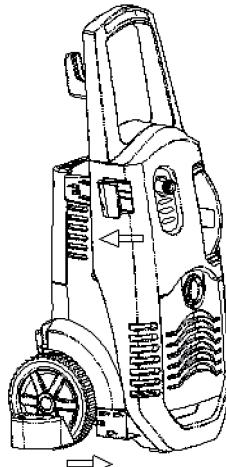

Fig 2.
3. Montera övre och nedre fäste för pistolhandtag/lans (16): Tryck det nedre åt höger och det övre åt vänster för att fixera. (Se Fig. 2)